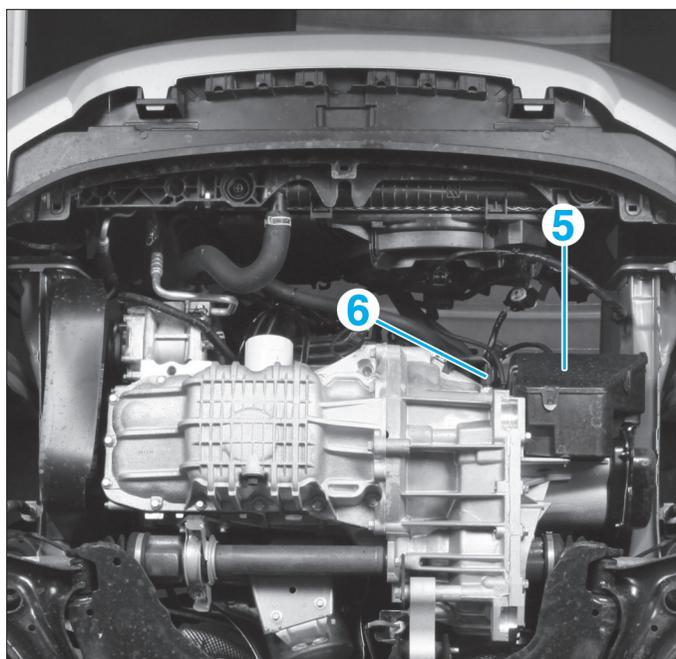
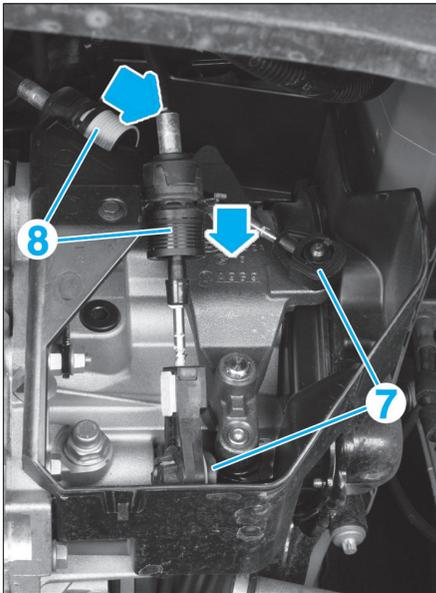
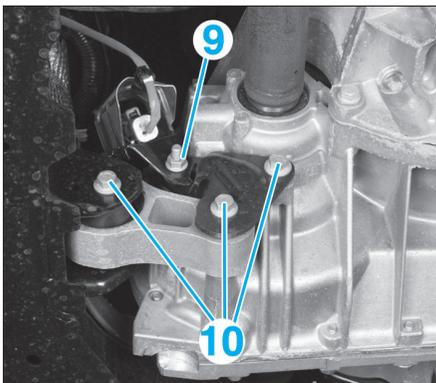

Fig. 4
Fig. 5
Fig. 6
- Dégrafer la protection (5) (Fig.4).
- Débrancher le connecteur du contacteur de feux de recul (6).
- Désaccoupler les câbles de commande de la boîte de vitesses et des arrêts de gaine. Pour cela (Fig.5) :
- dégrafer l'extrémité des câbles (7),
- pousser les bagues (8) dans le sens des flèches.
- Déposer (Fig.6):
- l'écrou (9),
- les vis (10) de la biellette anticouple.
- Déposer (Fig.6) :